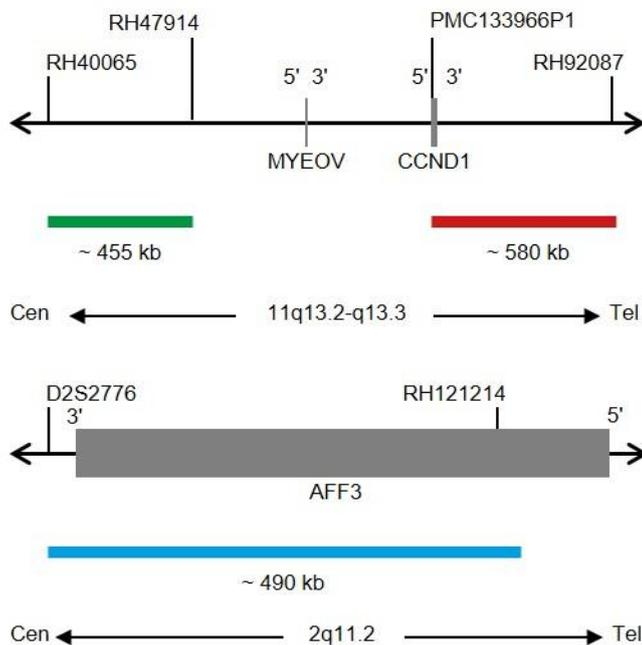

Fig. 1: Arriba: SPEC CCND1 Mapa de la sonda; abajo: SPEC 2q11 Mapa de la sonda (no está a escala)
- Polinucleótidos marcados en verde (excitación a 503 nm/emisión a 528 nm) ZyGreen (~10 ng/μl), dirigidos a secuencias localizadas 11q13.2-q13.3* (chr11:68,249,010-68,705,283) proximales a la región del punto de ruptura de CCND1 (ver Fig. 1).
- Polinucleótidos marcados en rojo (excitación a 580 nm y emisión a 599 nm) ZyRed (~4,5 ng/μl), dirigidos a secuencias localizadas 11q13.3* (chr11:69,453,301-70,031,240) distales a la región del punto de ruptura de CCND1 (ver Fig. 1).
- Polinucleótidos marcados en azul (excitación a 418 nm y emisión a 467 nm) ZyBlue (~37 ng/μl), dirigidos a secuencias localizadas 2q11.2* (chr2:100,132,806-100,621,725) (ver Fig. 1).